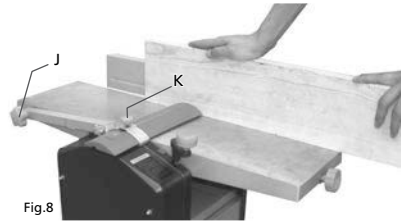

Fig.8
El ajuste de la altura se establece con la perilla (J) que se encuentra al costado izquierdo de la máquina. Después de aflojar la perilla (Fig.8-K), la guarda se puede deslizar a un lado y se puede ajustar la anchura de lo que va a cepillar. Presione la guarda en la posición correcta y ajuste de nuevo las asas.